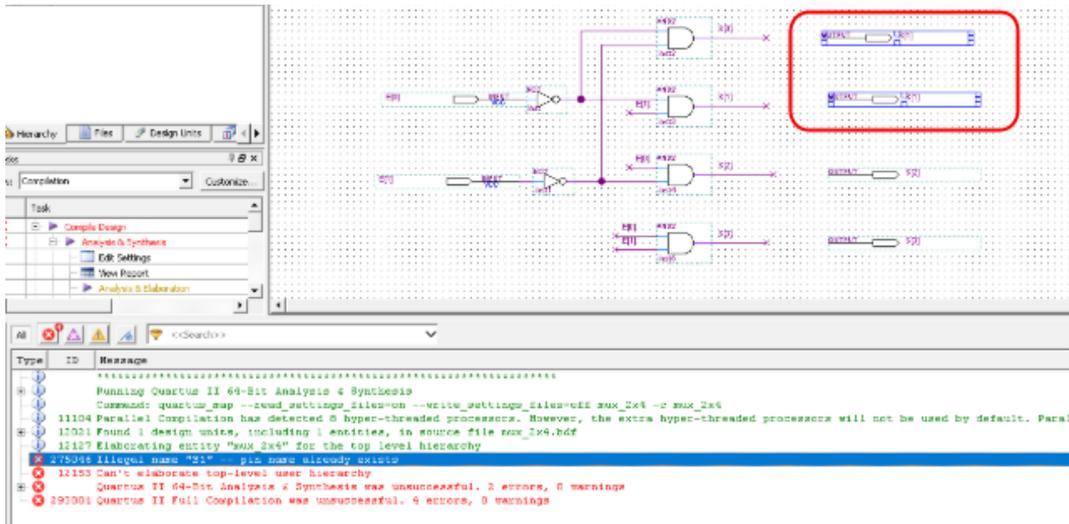

Figura 23: Selecionando primeira mensagem de erro na janela de mensagens
4. Para solucionar o erro, deve-se clicar duas vezes na mensagem de erro que aparece na janela. O ponteiro irá mostrar qual unidade de projeto e qual símbolo (instância) é geradora do problema (Figura 23). No exemplo, a ferramenta mostra 2 pinos de saída que possuem o mesmo nome.